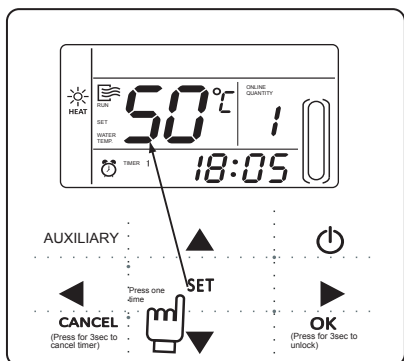

Fig.4-2
- 2) Usar 3 tornillo GB950-86 M4X20 para sujetar la placa trasera a la pared (Fig. 4.2)